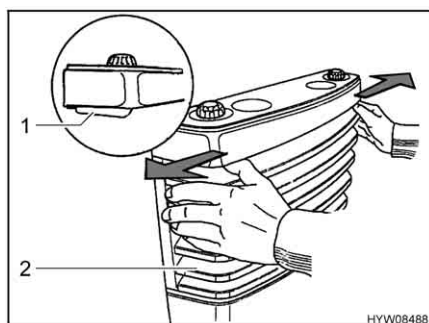

Fig. 67 Rimozione della copertura del riscaldamento
- Rimuovere la copertura del riscaldamento (Fig. 67,2). A tale scopo spingere contemporaneamente verso l'esterno le due leve di chiusura (Fig. 67,1) e ribaltare la copertura in avanti.